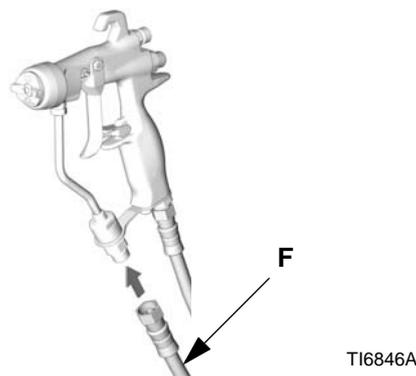

FIG. 4
2. Ligue o tubo flexível de produto (F) à entrada de produto da pistola. Consulte FIG. 4. Se desejar, instale um conector giratório (189018) na entrada da pistola, para poder manejá-la melhor. Consulte Acessórios, página 35.